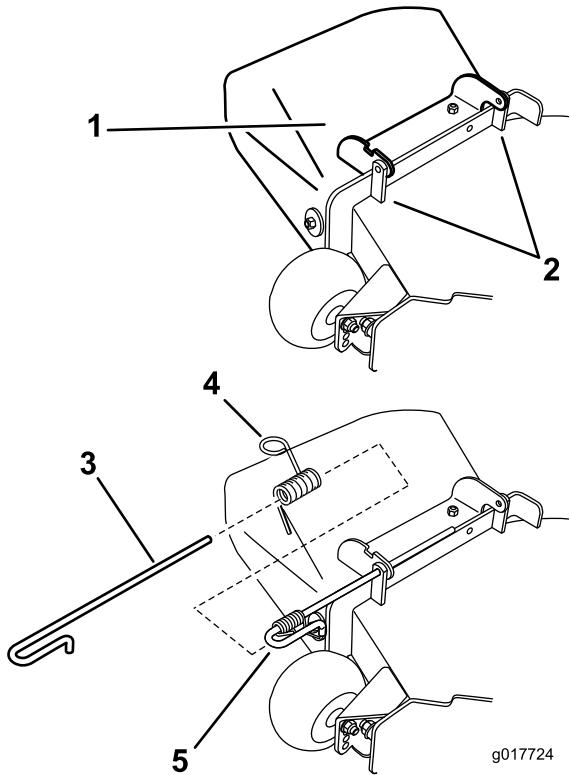

Bild 76
1. Entfernen Sie die Feder von der Kerbe in der Ablenkblechhalterung und schieben Sie die Stange aus den geschweißten Mähwerkhalterungen, der Feder und dem Auswurfablenkblech (Bild 76). Entfernen Sie defekte oder abgenutzte Auswurfkanäle.